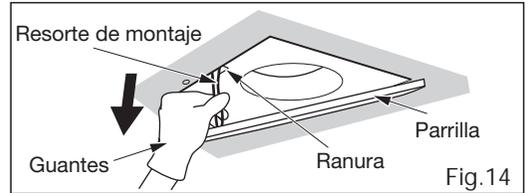
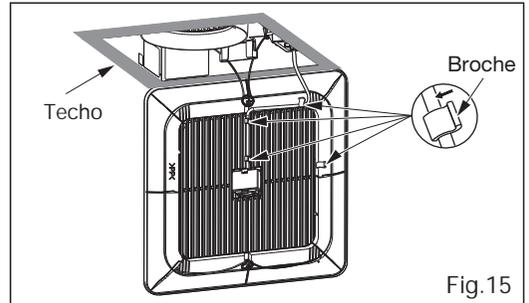

Fig.14
Fig.15
1. Quite la parrilla jalando hacia abajo uno de los resortes de montaje (Fig. 14) y luego el otro. (Jale hacia abajo el resorte de montaje sin que el cable conductor pase de lado, y quite el sensor de movimiento como se muestra en la Fig. 15) (Comprima el resorte de montaje y jale hacia abajo cuidadosamente.